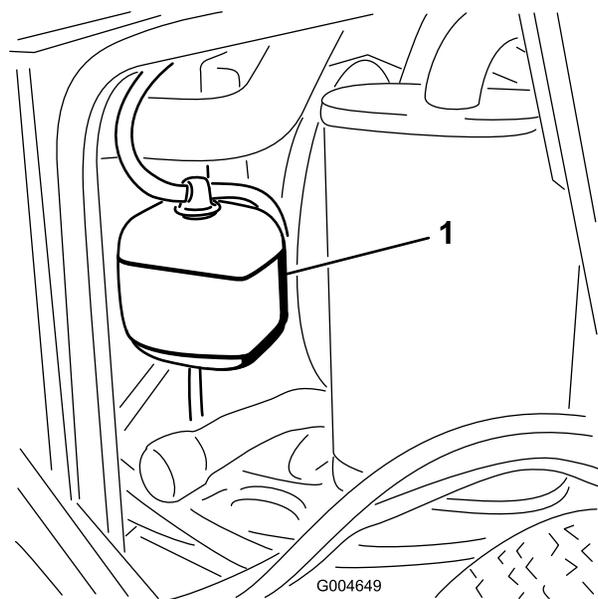

Figura 44
1. Verifique o nível de líquido de arrefecimento do depósito secundário (Figura 44).